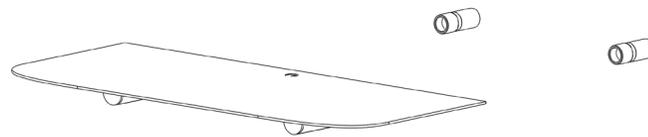

Abb. 2
4. LYN S/LYN L über die Muffen stecken und die Gewindestifte handfest mit dem Inbusschlüssel in die Gewinde schrauben. (Abb. 2 & 3)